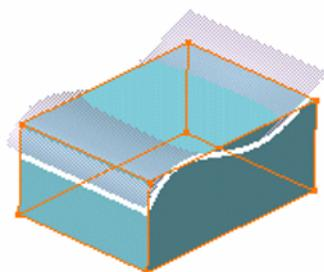

Fig.38. Selectarea corpului
- Se selecteaza corpul ce se doreste împartit (fig.38);